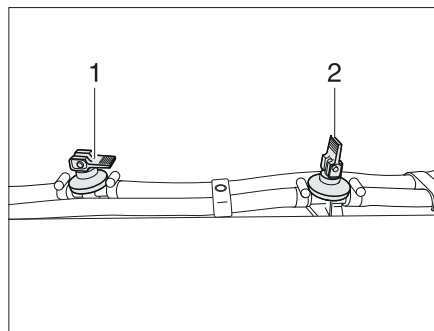

Fig. 246 Llave de desagüe
- Cerrar todas las llaves de desagüe. Colocar para ello el balancín (Fig. 246,1) en posición horizontal.